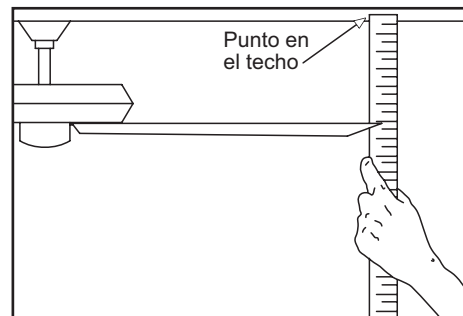

Figura 11
2. La mayoría de los problemas de oscilación del ventilador se deben a que las aspas no están a un mismo nivel. Verifica este nivel seleccionando un punto en el techo sobre la punta de una de las aspas. Mide desde un punto en el centro de cada asa a un punto en el techo. Mide esta distancia como se muestra en la Figura 11. Rota el ventilador hasta que se posicione la siguiente asa para su medición. Repite para cada asa. Las desviaciones de la medición deben estar